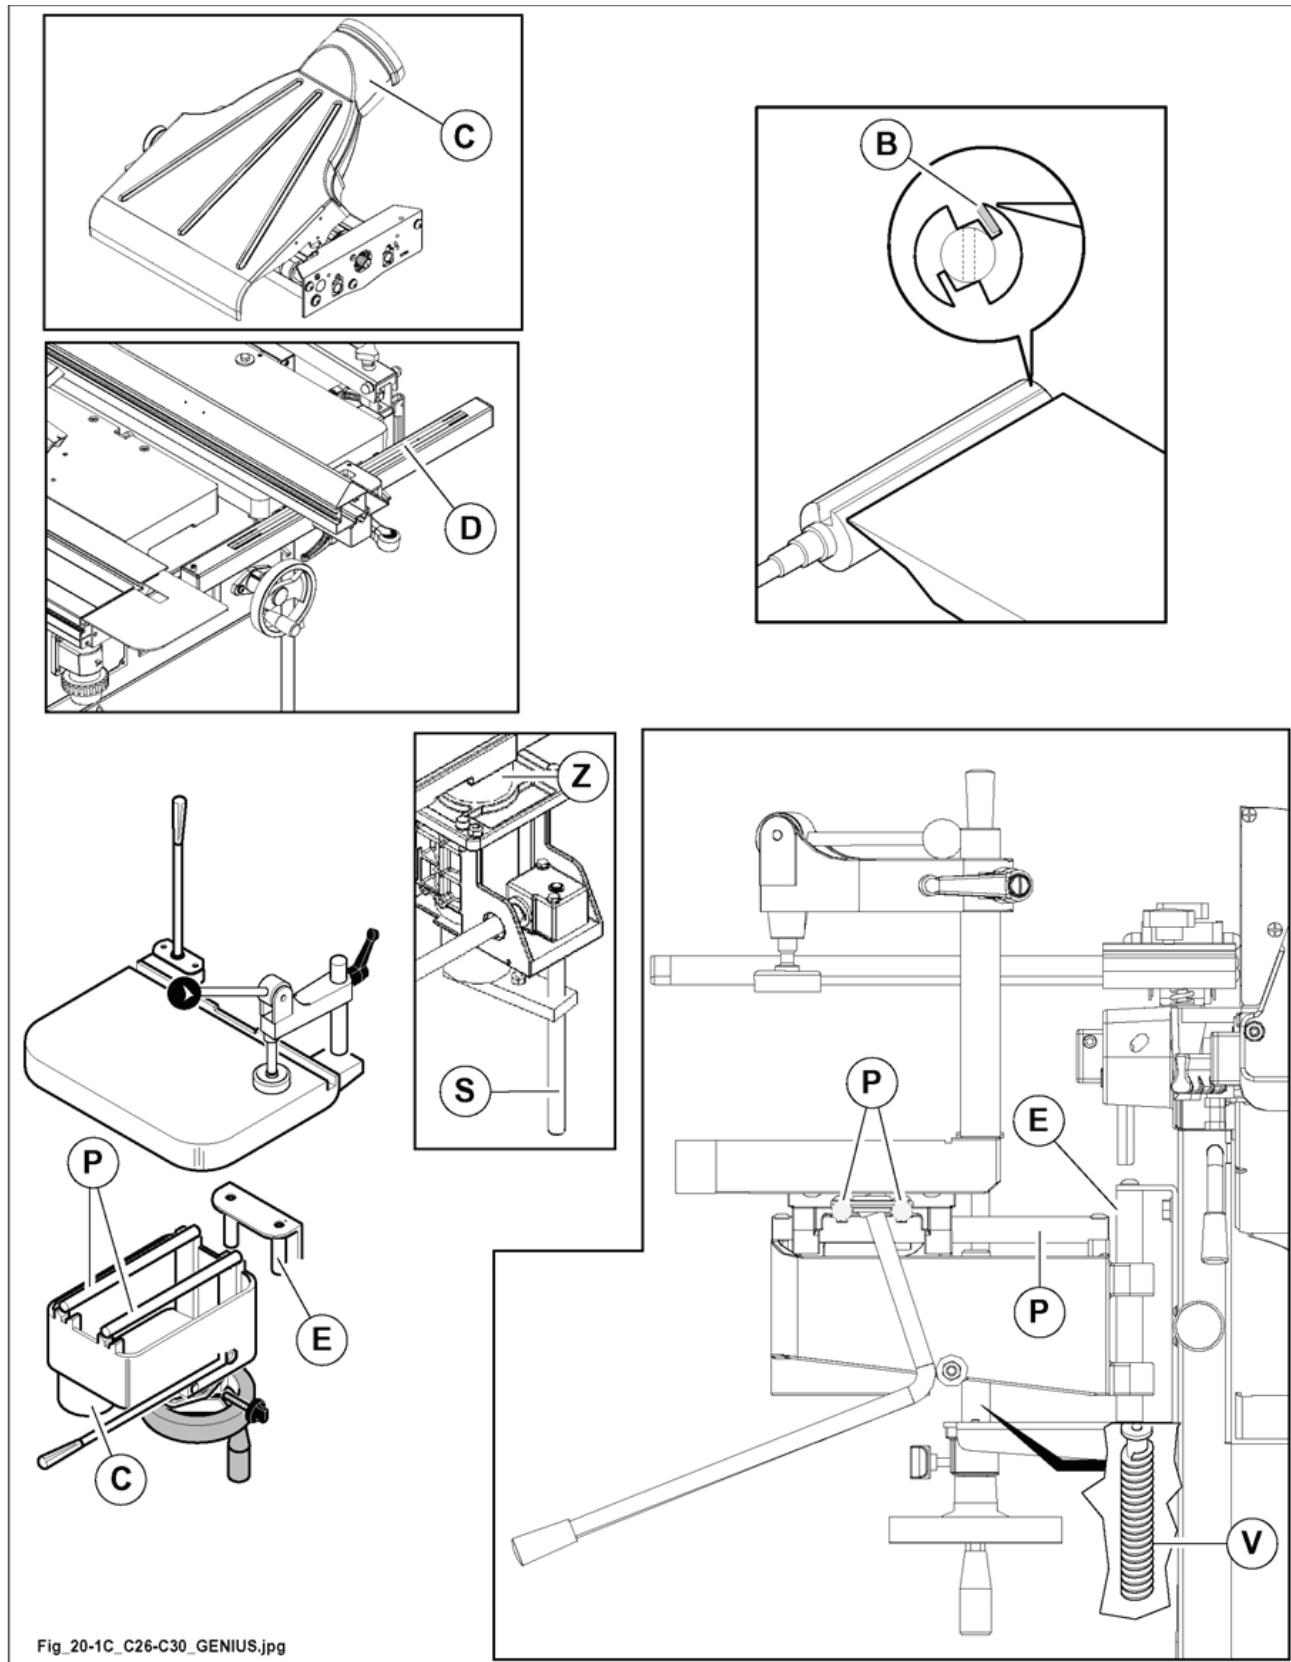

Рис. 20.1C
- инструменты В (рис. 20.1C) строгального узла;
- направляющий стержень D (рис. 20.1C) фуговальной линейки (OPT);
- направляющие E (рис. 20.1C) пазового узла (OPT);
- направляющие стержни Р (рис. 20.1C) стола пазового узла (OPT);
- винт вертикальной регулировки V (рис. 20.1C) пазового узла (OPT);
- рейсмусовый стол - винт вертикальной регулировки S (рис. 20.1C);
- рейсмусовый стол - цилиндр вертикальной регулировки Z (рис. 20.1C).